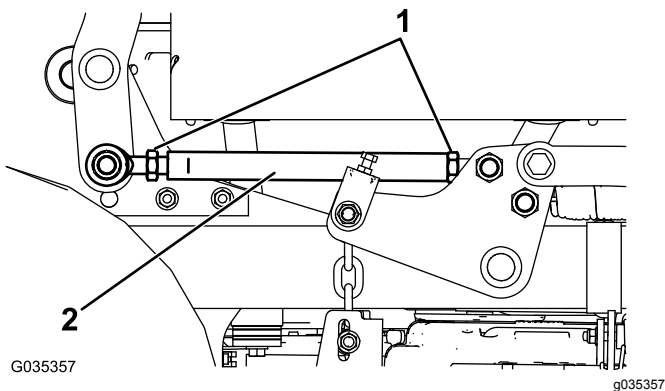

Figure 3
- Desserrez les 2 écrous de blocage sur la tringlerie de hauteur de coupe (Figure 3).